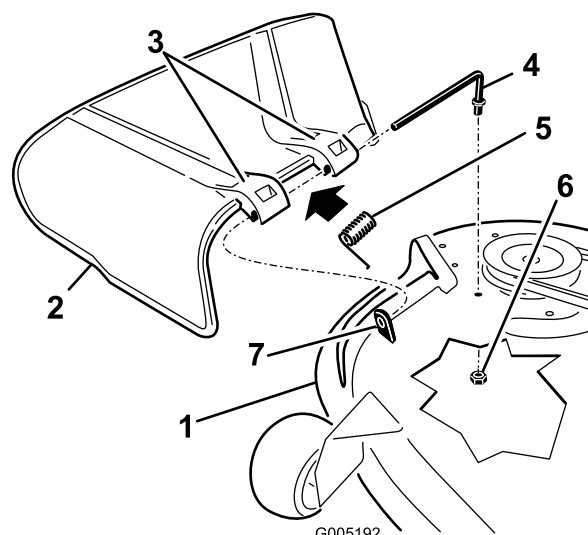

Figura 68
1. Retire la tuerca (3/8 pulgada) de la varilla debajo del cortacésped (Figura 68).
2. Retire la varilla del separador corto, del muelle y del deflector de hierba (Figura 68).
4. Vuelva a colocar el deflector de hierba (Figura 68).
7. Deslice la varilla por el segundo soporte del deflector de hierba (Figura 68).
9. Sujete el extremo trasero de la varilla en el cortacésped con una tuerca (3/8 pulgada), según se muestra en Figura 68.